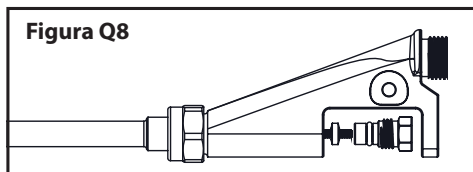

**Figura Q6**
8. Jale el cable de acero inoxidable lentamente para sacarlo de la parte trasera de la extensión. **(Vea la figura Q6)** El extremo roscado del cable en el lado de la boquilla es corto y pasa fácilmente por la curva de la extensión. El extremo del cable en el lado de la válvula es largo y no pasará por la curva. Reemplace el cable si está desgastado o dañado.